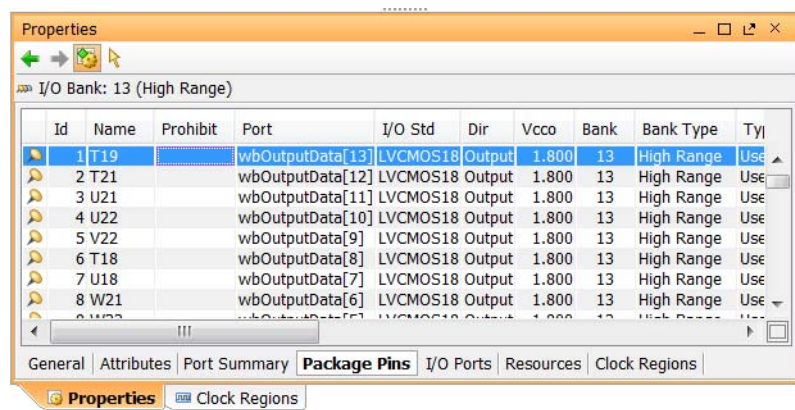

図 3-33 : [I/O Bank Properties] ビューの [Package Pins] タブ
- [Package Pins] または [I/O Ports] タブ : バンク内のピンまたはポートの詳細情報 (図 3-33)